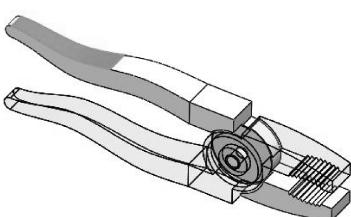

图 9-74 创建分割线
- 08 在模型树中，依次对第一个零部件和第二个零部件进行编辑：绘制草图曲线，创建分割线，得到如图 9-74 所示的效果。